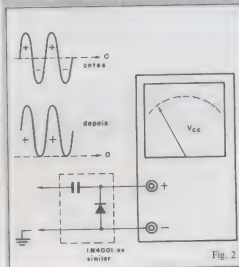

Fig. 2
Para confirmar a presença de sinais alternados (CA) é possível utilizar um voltímetro CC adaptado a um circuito grampeador e um diodo. (Fig. 2).